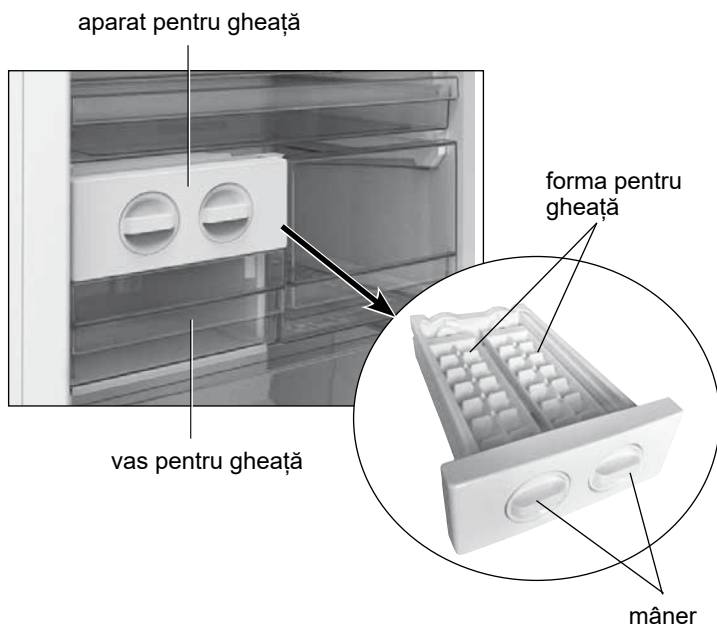

Figura 8 – Aparat pentru gheață
4.4 Aparatul pentru gheață în conformitate cu figura 8 este destinat preparării gheții alimentare.